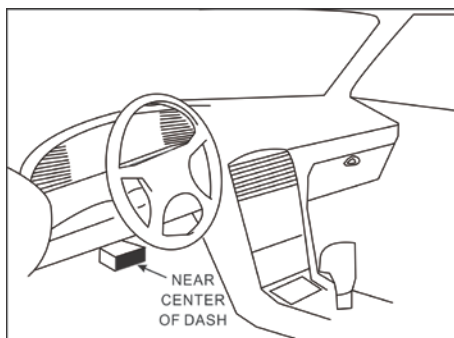

Figura 2-2
2. Localice el enchufe DLC del vehículo: Proporciona 16 pines estándar y por lo general se localiza en el lado del conductor, unos 12 pulgadas de distancia del centro del panel de instrumentos. Vea la Figura 2-2. Si el DLC no está